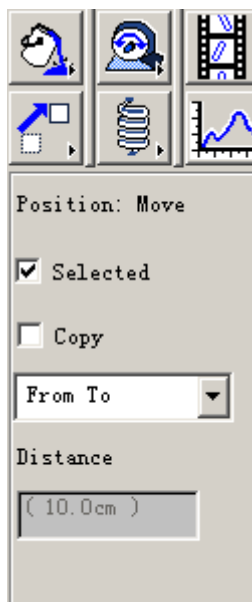
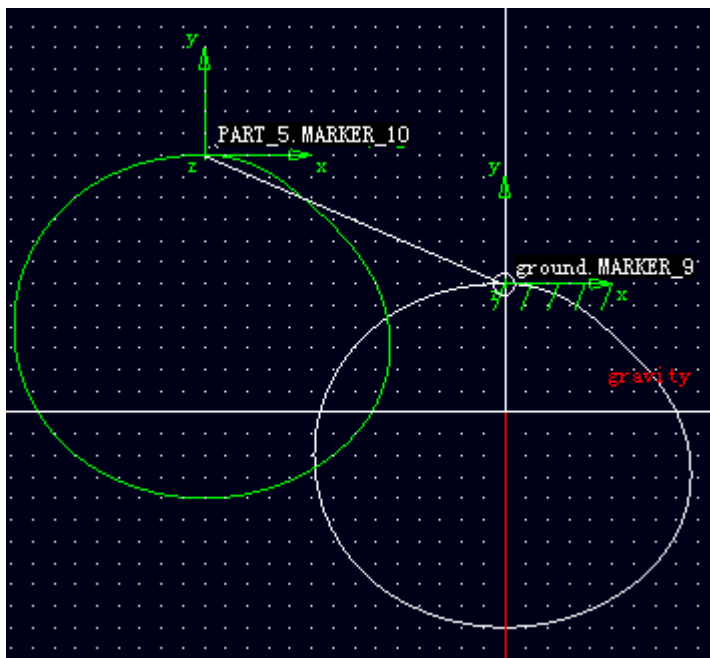
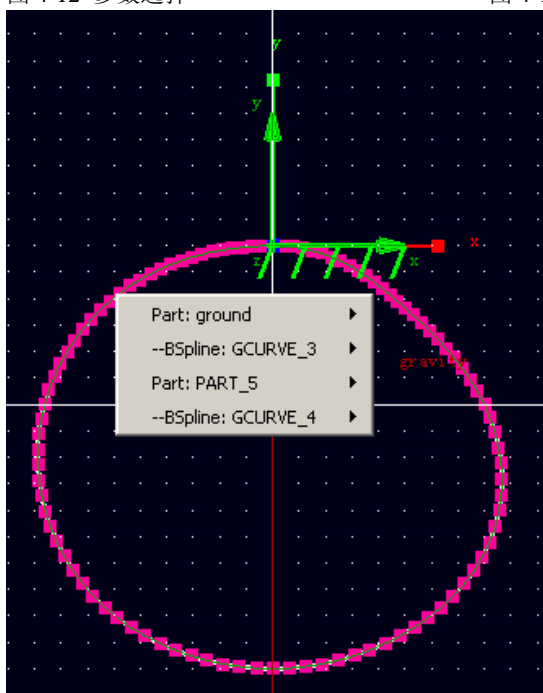

图 4-12 参数选择
图 4-13 平移前的闭合样条曲线
图 4-14 平移后的闭合样条曲线
4.8 在 **ADAMS/View** 中位置/方向库中选择位置-平移图标 ，参数选择如图 4-12 所示。在 **ADAMS/View** 工作窗口中先用鼠标左键点击样条曲线（绿色的），并选择该曲线上的一点（**PART\_5.MARKER\_10**），然后，移动光标选择轨迹曲线（白色的）上的一点（**ground.MARKER\_9**），如图 4-13 所表示。最后点击鼠标左键确定，两条闭合曲线重叠在一起，如图 4-14 所示。